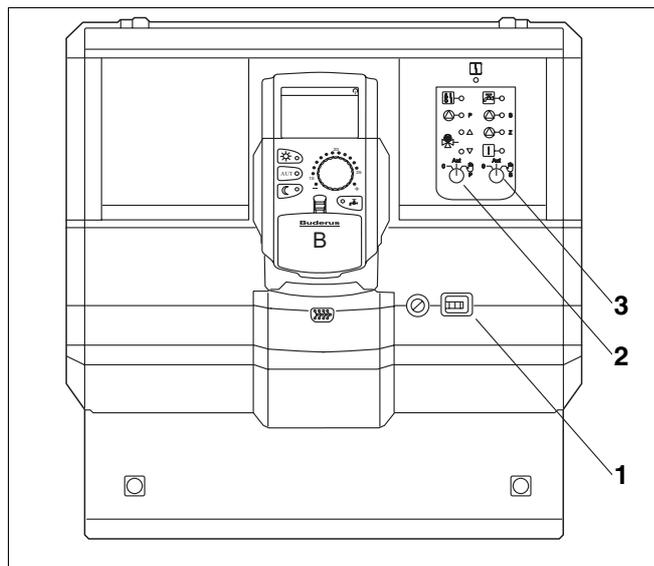

Рис. 17 Logamatic 4126
- Включить систему управления пусковым выключателем (рис. 17, поз. 1).
- Для первичного контура (рис. 17, поз. 2) установить переключатель  в положение Рука .
- Для вторичного контура (рис. 17, поз. 3) установить переключатель  в положение Рука .